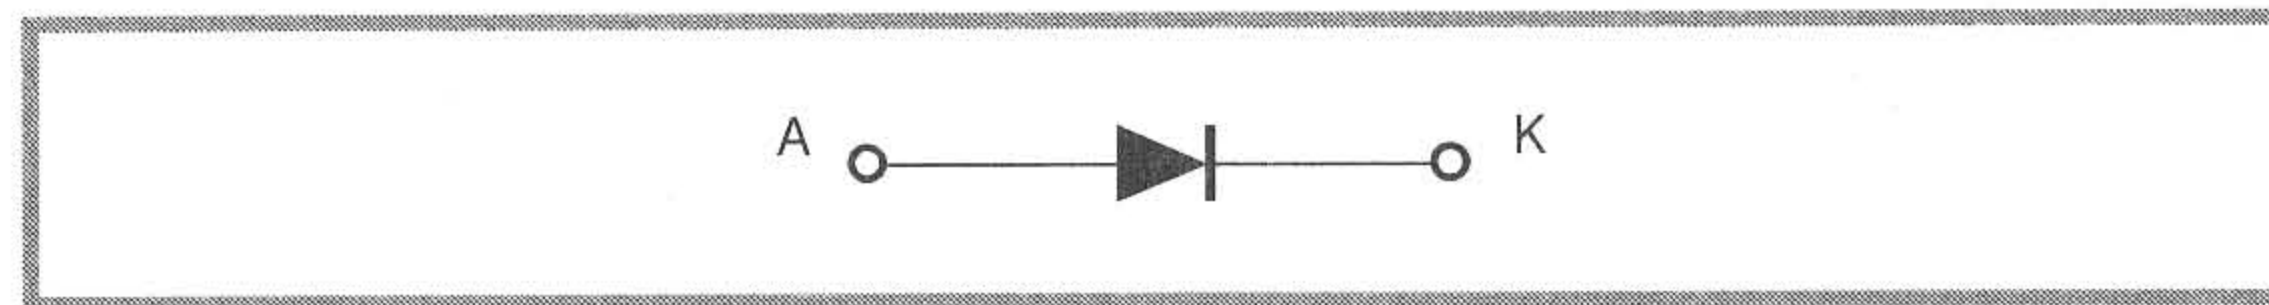
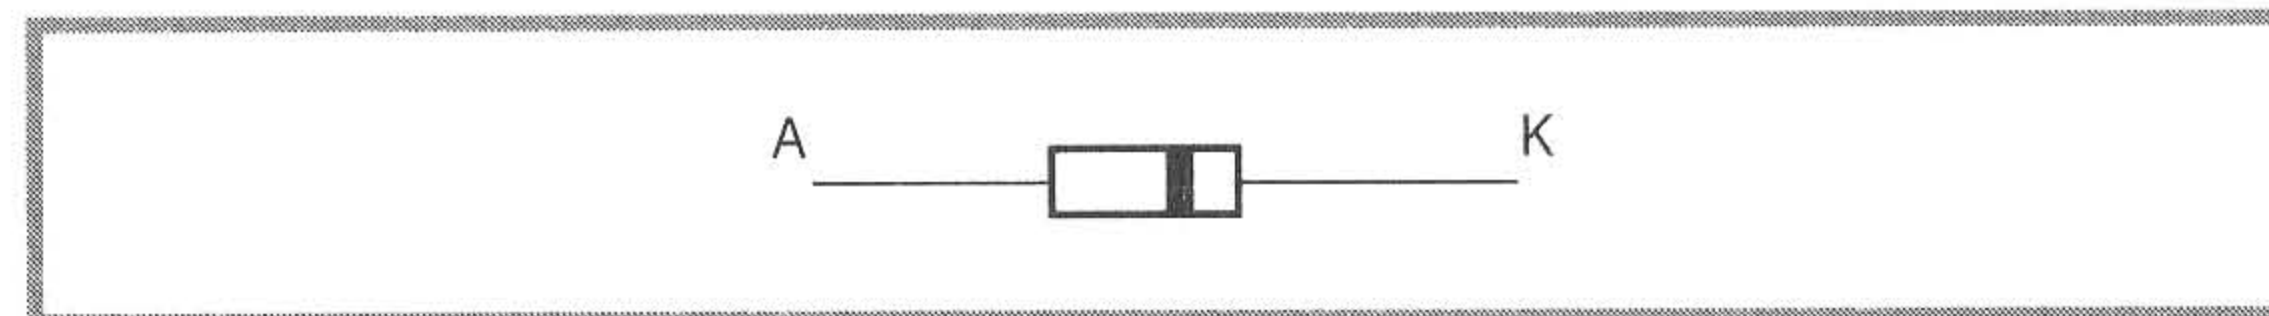

Figure 1.11 – Distinction entre anode et cathode sur le symbole d'une diode.
Figure 1.12 – Repérage de la cathode sur le corps d'une diode.
La diode est un composant formé d'un semi-conducteur (le silicium en général) sur lequel a été créée une jonction. Son comportement est simple : une diode a deux états : bloqué ou passant. Une diode bloquée n'est parcourue par aucun courant. Une diode passante est traversée par un courant, mais la tension à ses bornes reste sensiblement constante, autour de 0,6 à 0,7 V. Pour choisir l'état de la diode, il faut la polariser. Les deux bornes d'une diode ne sont pas équivalentes comme celles d'une résistance : on distingue l'anode (A) et la cathode (K). Ces deux points sont repérés sur le symbole de la diode à la *figure 1.11*. Pour les diodes courantes, la cathode est indiquée sur le boîtier par une bande comme le montre la *figure 1.12*.